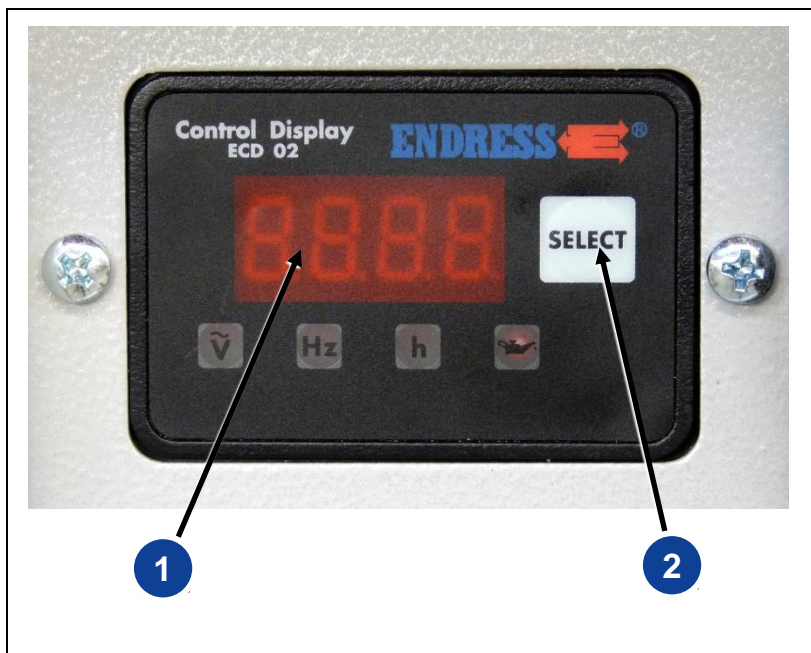

Bild 4-10: Multifunktionsdisplay
Displayen (se Bild 4-10) är aktiv när enheten är igång.
1. Efter att generatoren startat visar displayen (se Bild 4-10-(1)) den aktuella spänningen som indikeras av den lysande "V"-symbolen för Volt.
2. Efter att ha tryckt en gång på knappen (se Bild 4-10-(2)) växlar displayen till den aktuella frekvensen, indikerad med den upplysta "Hz" -symbolen för Hertz.
3. Efter att ha tryckt en gång till på knappen (se Bild 4-10-(2)) växlar displayen till driftstimmar, indikerad med den upplysta "h~" -symbolen för timmar.
4. Efter att ha tryckt en gång till på knappen (se Bild 4-10-(2)) växlar displayen tillbaka till visning av strömspänningen i volt och processen startas om.